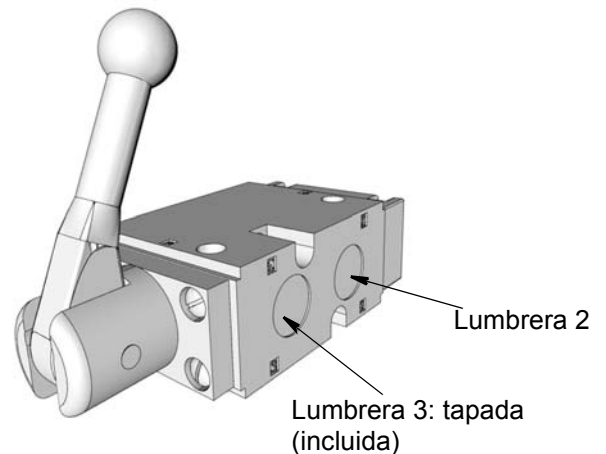

FIG. 14
- b. Conecte la lumbrera de conexión con el motor neumático del carrete (FIG. 14).